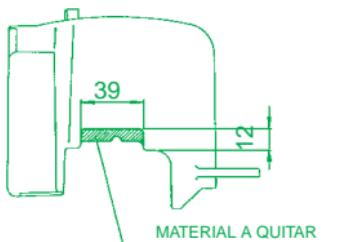

Fig. 1
- Introducir la junta de la culata (9) y la culata original limpia de cualquier depósito de carbono en los espárragos a tope en el cilindro.
- Montar el protector que envuelve el cilindro en el cilindro (modificado como indicado en la Fig. 1), el encanalador de aire y la nueva bujía (ver sección "Recomendaciones Importantes").